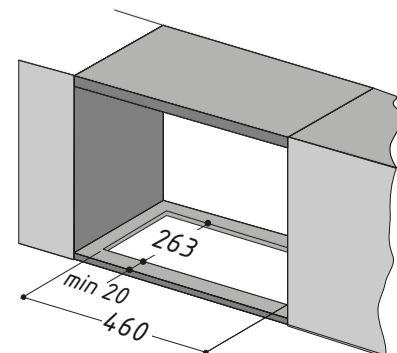

рис. 5
- В нижней панели мебельного элемента для вытяжки необходимо вырезать отверстие (рис. 5)